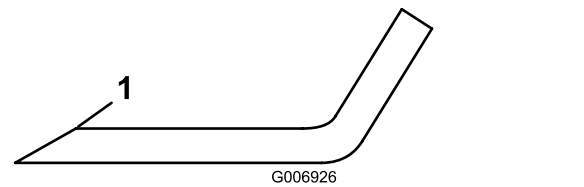

**Figura 74**
3. Examine cuidadosamente los extremos de corte de la cuchilla, sobre todo en el punto de reunión entre la parte plana y la parte curva de la cuchilla (Figura 74).